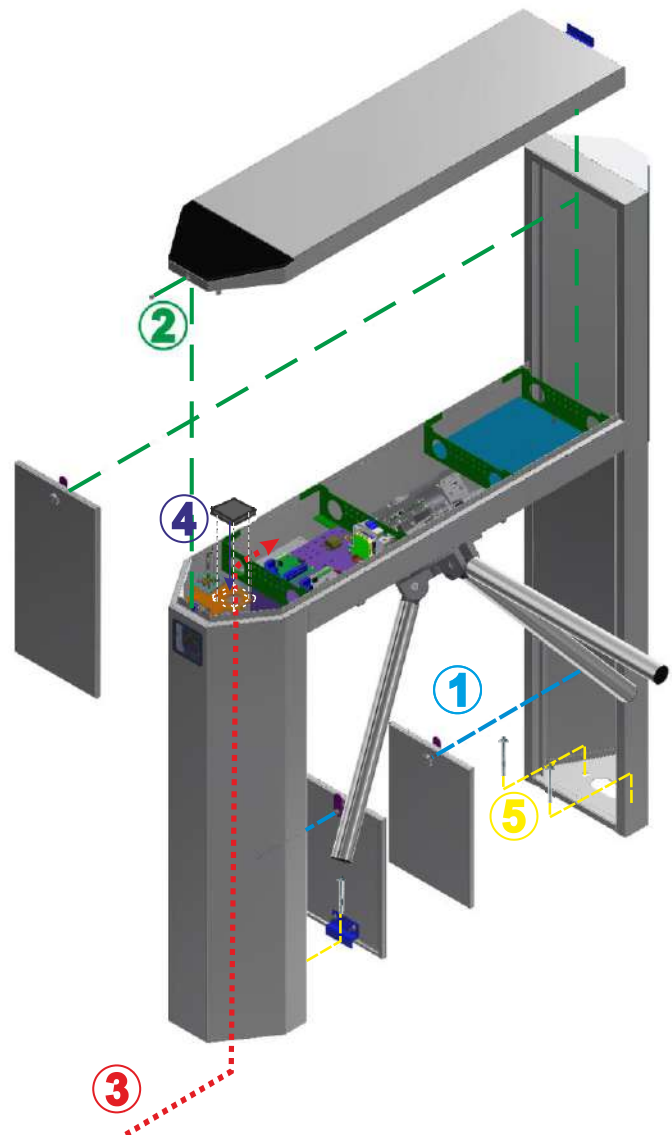

Рис. 14 – Загальний вид складання турнікету-триподу «TWIXALLINONE -M»
Для доступу до клемних колодок відкрутити гвинти на торцях кришки стійки турнікета, потім відкрити замок дверки стійки і зняти кришку (див. Рис.14):
- Місце виведення кабелів повинно збігатися з місцем розташування отвору на монтажній основі турнікету (рис.14).